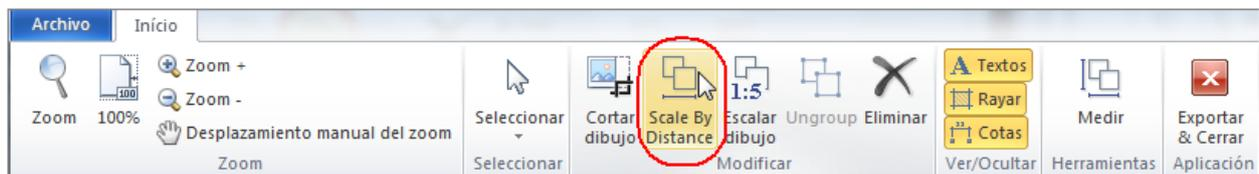

Fig. 10.
- Haga clic en **Scale By Distance** (Fig. 10).